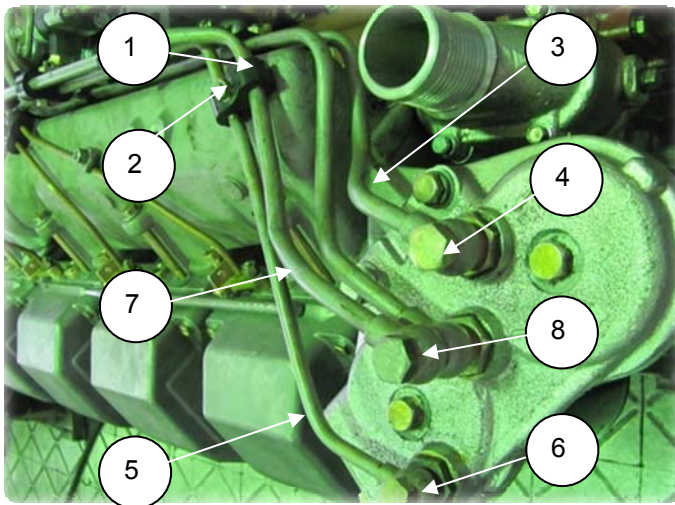

Рис. 2.25
1. Снять скобы (1) крепления трубопроводов, отвернув гайки (2) (рис. 2.25);
2. Отсоединить трубку отводящую (3) топливного насоса от ФТОТ, отвернув болт М14 (4) (S=19) (рис. 2.25);
3. Отсоединить трубку отводящую топливного фильтра (5) от ФТОТ, отвернув болт М14 (6) (S=19) (рис. 2.25);
4. Отсоединить 2 трубки подводящих насоса высокого давления (7) (рис. 2.25) и (1) (рис. 2.26), отвернув болт (8) на ФТОТ (рис. 2.25) и два болта М16 (2) (рис. 2.26) на ТНВД,